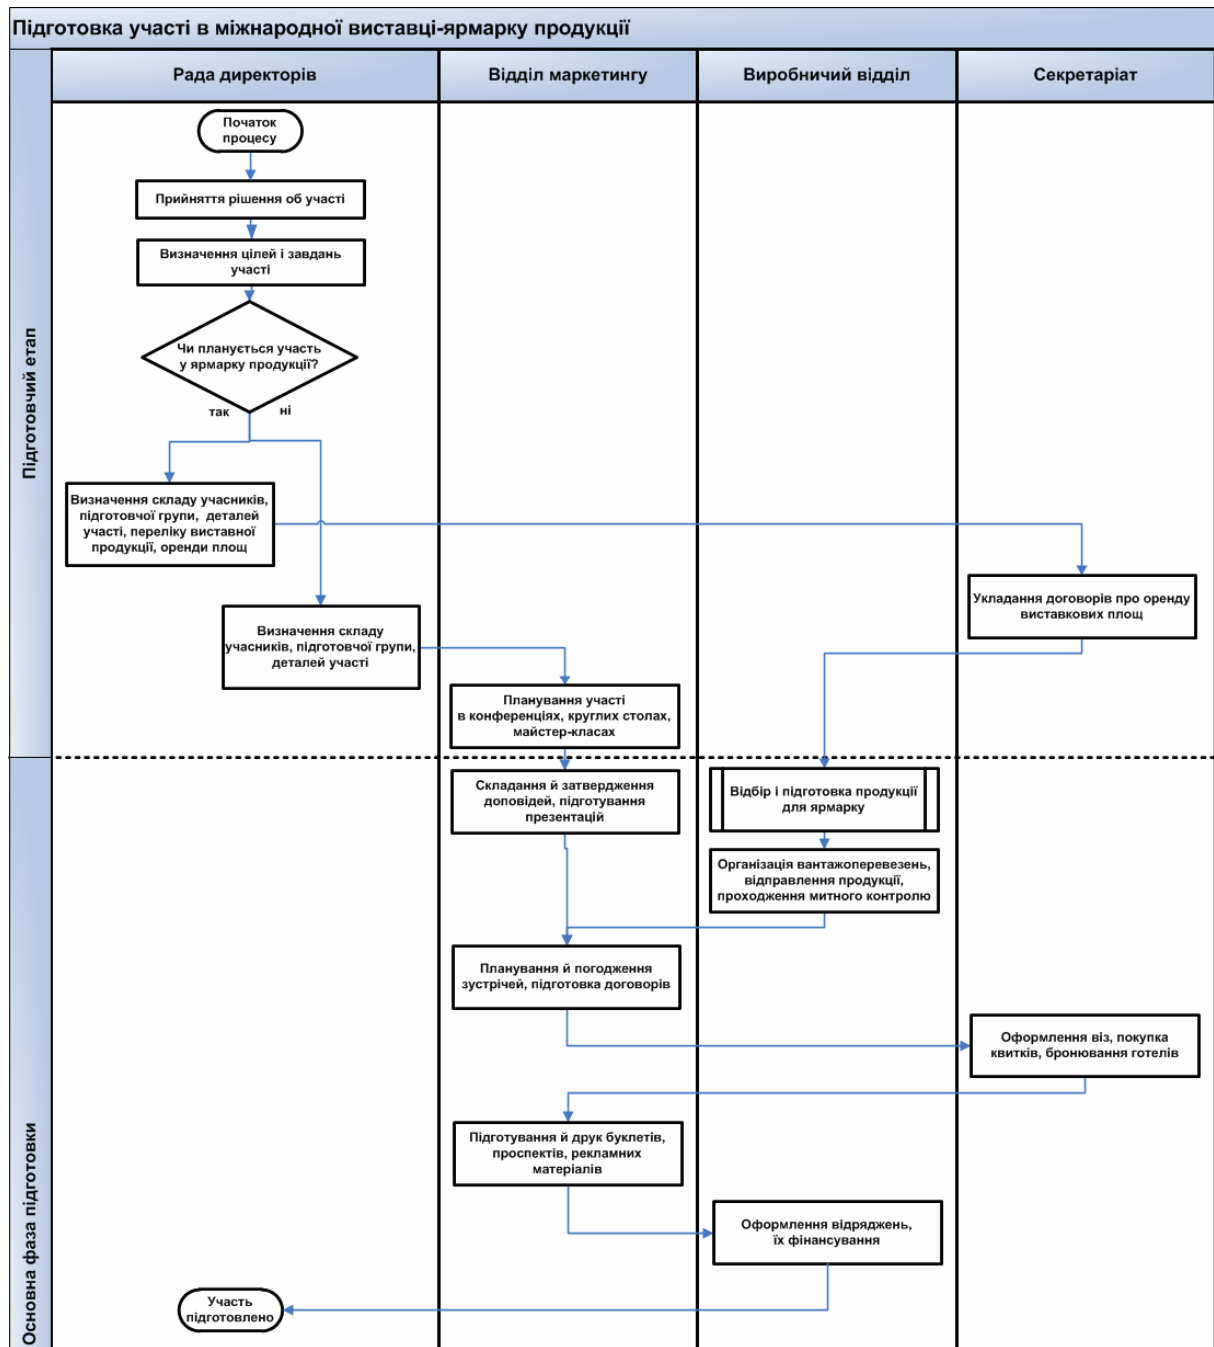

Рис. 5.14. Діаграма послідовності
2. Випробуємо два способа з'єднання фігур. Починаємо створення діаграми (рис. 5.14) з майстер-шейпа  *Начало/конец*, даємо фігурі назву «Начало процесса».